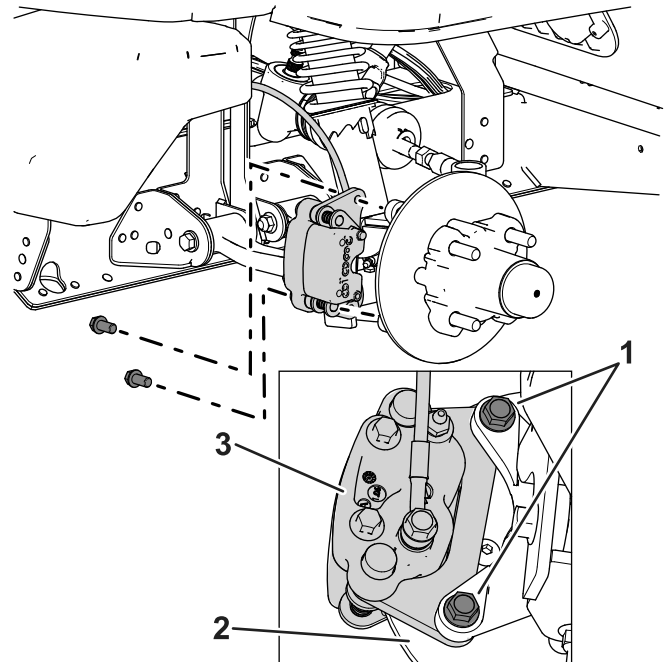
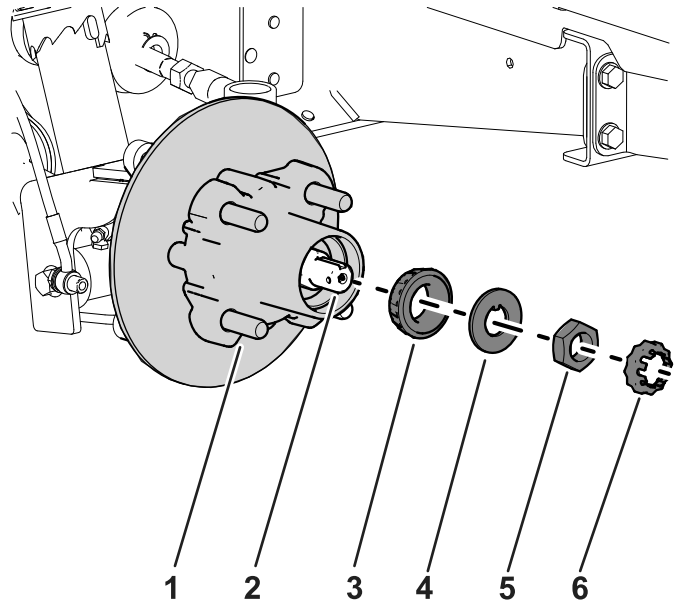

Figura 35
Figura 39
3. Retire los pernos con arandela prensada ($\frac{3}{8}$ " x $\frac{3}{4}$ ") que sujetan el soporte del conjunto de freno al eje y separe el freno del eje (Figura 35).
1. Aplique una ligera capa de la grasa especificada en el eje (Figura 39).
2. Monte el cubo y el rotor en el eje con el rotor hacia dentro (Figura 39).
3. Monte el cojinete exterior en el eje y acople el cojinete al anillo de rodadura exterior (Figura 39).
4. Monte la arandela con pestaña en el eje (Figura 39).
5. Enrosque la tuerca en el eje y apriétela a 15 N·m (11 pulgadas-libra), mientras gira el cubo para acoplar el cojinete (Figura 39).
2. Alinee las pastillas de freno en cada lado del rotor (Figura 35) y los orificios del soporte de la pinza con los orificios en el montaje del freno del eje (Figura 39).
3. Sujete el soporte de la pinza al eje (Figura 35) usando los 2 pernos con arandela prensada ($\frac{3}{8}$ " x $\frac{3}{4}$ ").